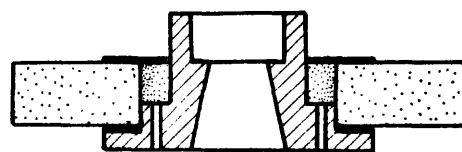

Fig. 2
- b Coloque la muela sobre el platillo principal (fig. 2).